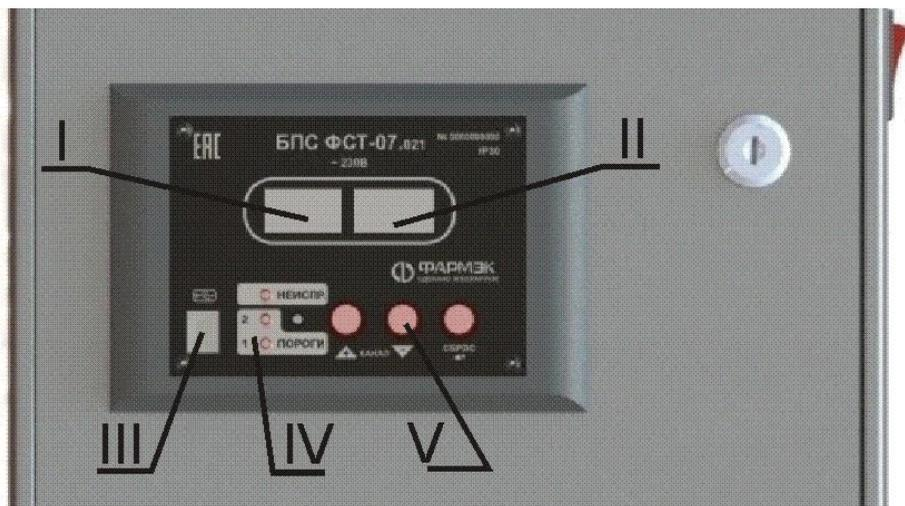

Рисунок 4.2 Вид панели управления БПС
- управляющий контроллер, размещен за панелью управления на крышке прибора, см. рисунок 4.2.
- блок питания (II) и плата интерфейсов (I), с клеммами для подключения исполнительных устройств (X) и клеммой входа разрешения (XI);
- клемник для подключения 230В (V), X1 на монтажной схеме;
- штуцер 3/8" (VIII) для подключения воздуховода подачи пробы и кран (IX), для регулирования расхода при внешнем избыточном давлении;
- микрокамера (IV), в которую устанавливается встраиваемый БД типа ФСТ-03В1 (III), подключаемый к каналу 1 БПС;
- блок микронаноса, состоящий из вентилятора (VI), создающего разрежения в тракте подачи пробы, и расходомера измеряющего перепад давления в сужающем устройстве (VII);
- тракт подготовки пробы, состоящий из трехходового крана с электроприводом (XVI), канала продувки (XV) и сепаратора для отделения конденсата (XII, XIII, XIV) с прозрачной колбой. В рабочем режиме сепаратор должен быть заполнен водой, излишки удаляются через отверстие в колбе.
4.2 Внешний вид панели управления БПС показан на рисунке 4.2 БПС имеет двоянное информационное табло (отсчетное устройство). На левой части табло (I) отображается номер выбранного канала, тип измеряемого газа, информация о состоянии канала, либо “Подача пробы”, режим работы БМ и состояние воздушного тракта (открыт/закрыт).